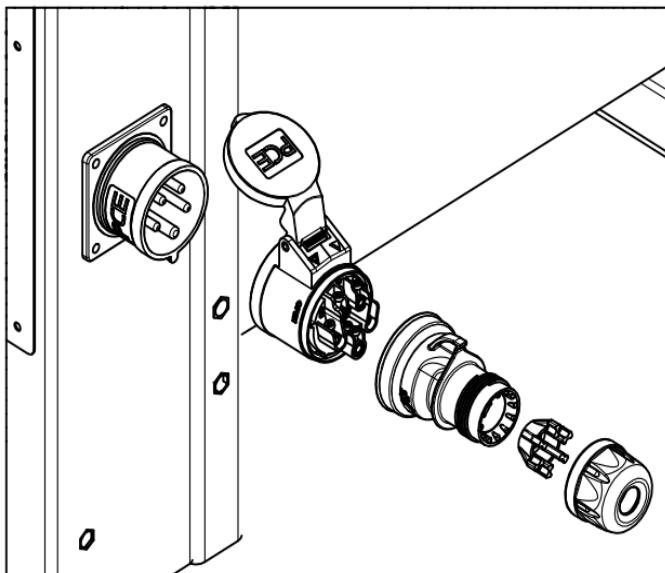

Abb. 3
- Nehmen Sie den Stopfen ab (Abb. 3), um das Anschlusskabel **zu** befestigen.